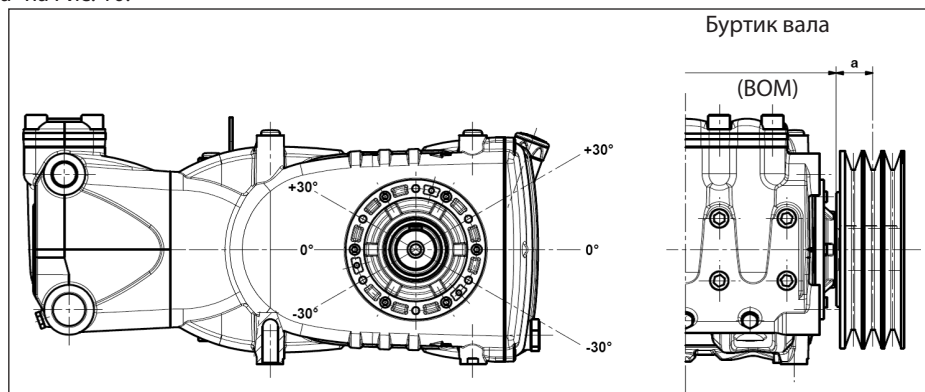

Рис. 10
Передача считается подходящей в том случае, если данная нагрузка прилагается на максимальном расстоянии **a=50 мм** от буртика вала (BOM), как указано на Рис. 10.
- б) Пользуйтесь ремнями с высоким КПД, например, **XPB** вместо **SPB**, поскольку в этом случае потребуется меньшее количество ремней при одинаковой передаваемой мощности, что в свою очередь сократит расстояние между результирующей силой и буртиком вала (BOM) "а" на Рис. 10.